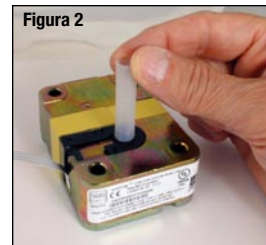

Figura 2
2. Coloque el tubo protector sobre el retén del tubo en la caja de la cerradura. (Figura 2)